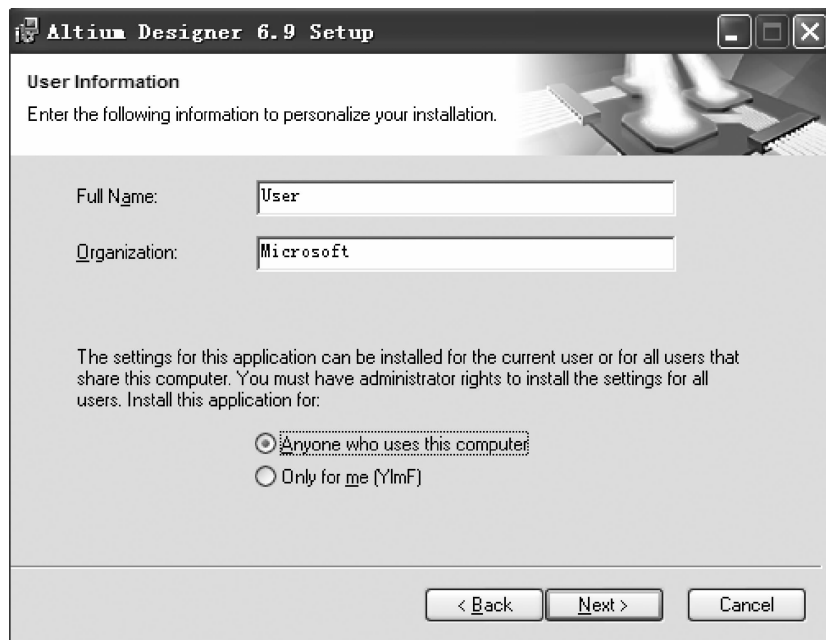

图 1-4 输入用户信息
(3) 选中“I accept the license agreement”单选按钮,单击“Next”按钮,进入图 1-4 所示的对话框。